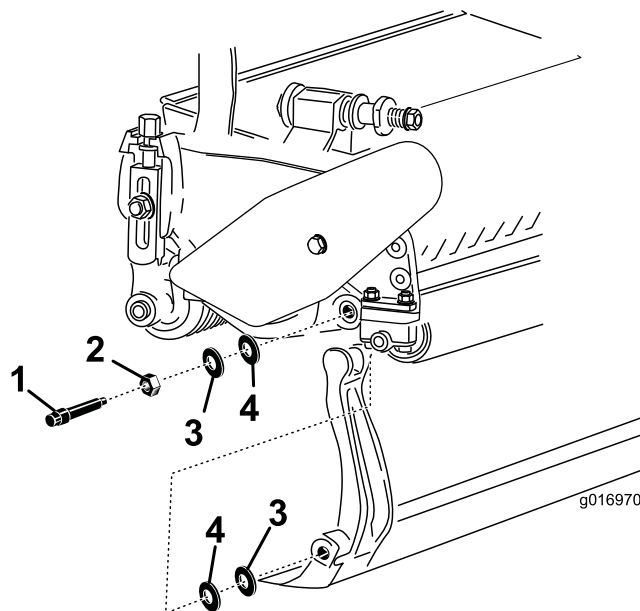

Figura 20
Guarde as duas anilhas de nylon e as duas anilha de aço prensado de cada uma das extremidades da barra de apoio (**Figura 20**).
3. Coloque uma arruela de nylon de cada lado da placa lateral. Coloque uma arruela de aço no exterior de cada uma das arruelas de nylon (Figura 20).